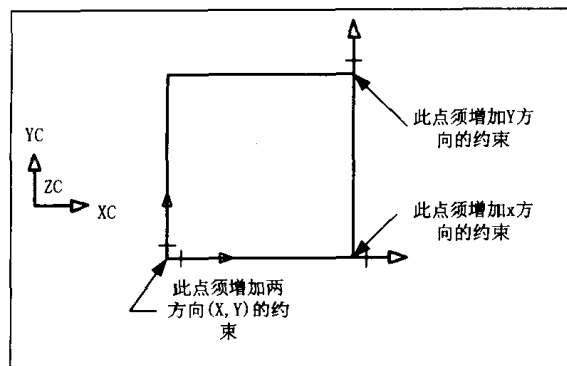

图 5-2 自由度箭头
- (1) 自由度箭头 (Degree of Freedom Arrows)：如图 5-2，在草图创建中若系统在某些点出现箭头符号时，表示该点并未约束完全，在沿箭头方向仍须指定约束条件，才算正确完成草图的定义。例如在某点处显示 Y 方向的自由度箭头，表示必须约束 (Constrain) 此点在 Y 方向的尺寸，才能完整的表示此点的位置。